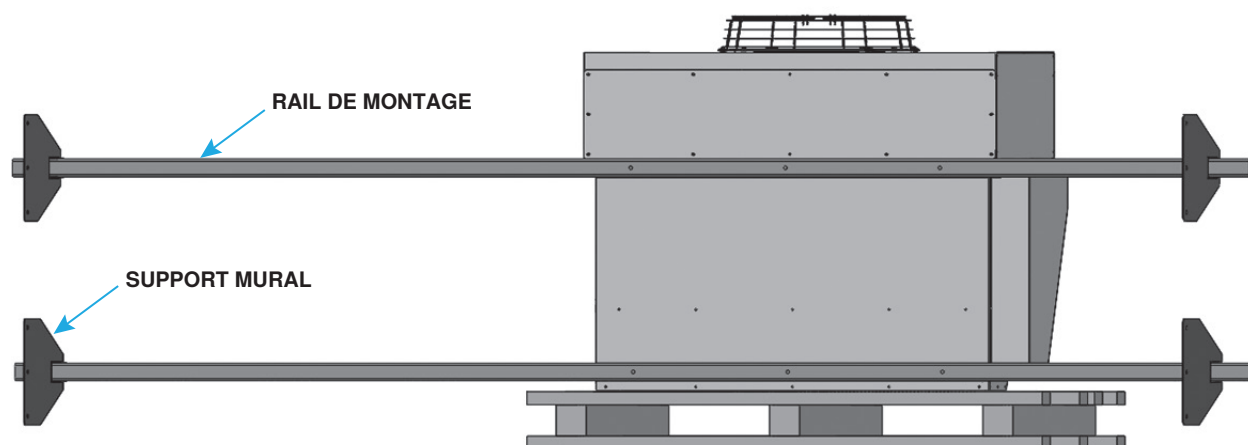

Figure 4. Rails de montage et supports muraux
2. Installez les rails de montage avec supports muraux sur l'unité comme indiqué sur la Figure 4. Pour une dispersion optimale de la chaleur dans la remorque, installez les rails de manière à ce que l'unité soit montée aussi loin que possible à gauche de la largeur d'ouverture de la porte. Fixez les rails à l'unité à l'aide du matériel fourni—rondelles plates de 3/8 pouce et boulons de 3/8-16 × 3-pouce—dans les écrous intégrés dans les six trous de montage du rail de l'unité, comme indiqué.